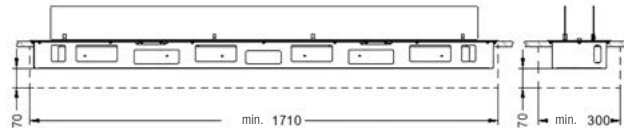

Abb. 9 Mindestmaße Gehäuseraum
- Der Mindestabstand zwischen Gehäuse und Gehäuseumboden (Abb. 9) beträgt 70 mm.